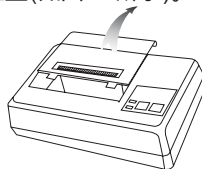
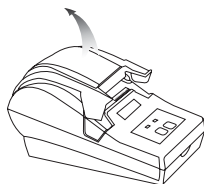

图3-1
图3-3
(1) T/NT型机：双手扶在出纸口挡水槽前，轻压并向前平推，即打开机器的活动盖板并将其取下(如图3-1、3-2所示)。SF型机：一手轻压机器前部两端，另一手拇指和食指成虎口状，夹住上盖两翼的两侧，向上拉起即打开上盖(如图3-3所示)。